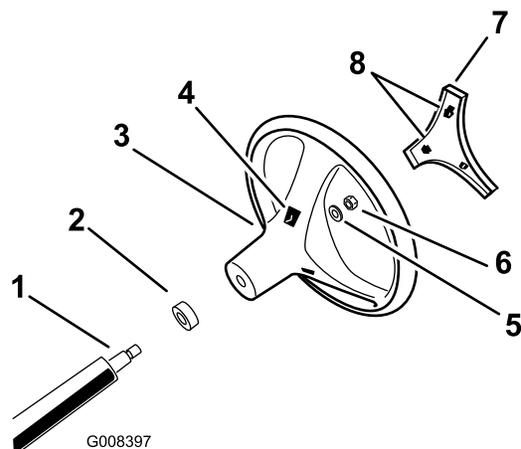

図 3
1. ハンドルの裏側にある開口部から、センターカバーのロックタブを外し、ハンドルからカバーを外す (図 3)。
2. ハンドルシャフトからロックナットとワッシャーを外す (図 3)。
3. ハンドルをステアリングシャフトのスプラインに合わせる (図 3)。
4. ワッシャとロックナットねじをステアリングに組み付ける (図 3)。
6. センターカバーのロックタブを、ハンドル中央部の開口部に合わせて、カバーがパチンと音をたててロックするまで押し込む (図 3)。